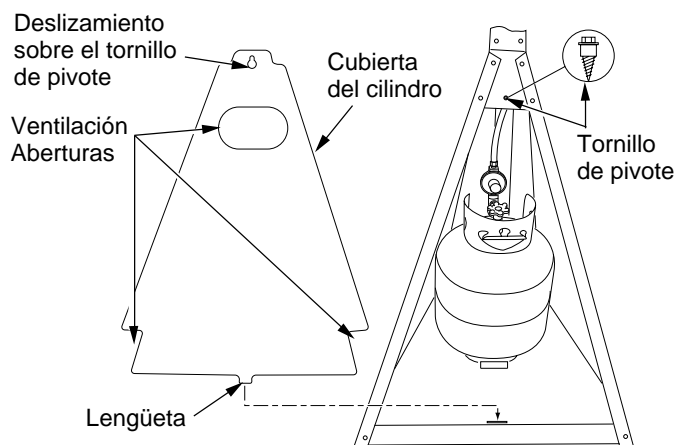

Figura 13: Instalación de la cubierta del cilindro
- Instale la perilla en el vástago de la válvula de gas, alineando "d-plano" (consulte la figura 13).
- Instale el tornillo con pivote, que se proporciona, en el orificio central de la parte inferior de la placa posterior (consulte la figura 13).
- Coloque la cubierta del cilindro sobre este tornillo mientras inserta la lengüeta en la base (consulte la figura 13).
- Vuelva a colocar la cubierta del cilindro, deslizándola sobre el tornillo de pivote mientras inserta la lengüeta en la base (consulte la figura 13, página 18).